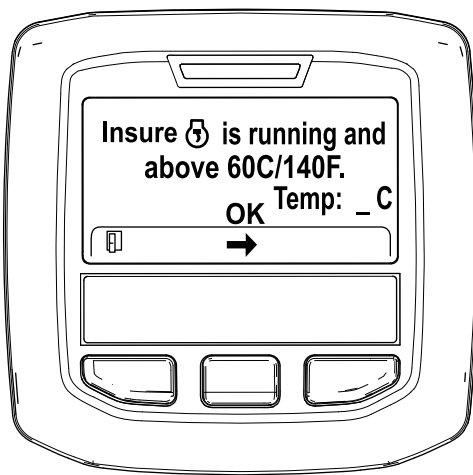

Figura 47
5. Se la temperatura del refrigerante è inferiore a 60°C, viene visualizzato il messaggio "Assicurarsi che [simbolo] sia in funzione e sopra 60°C". (Figura 47).